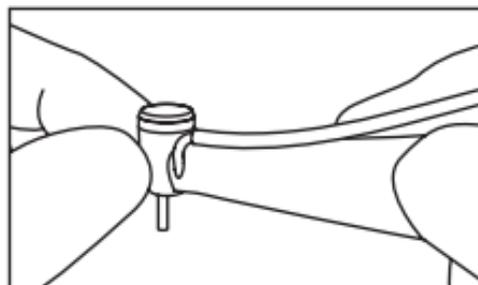

Fig. 6
- 5) Une fois la rotation de la pièce à main complètement arrêtée, touchez la tête de la pièce à main pour confirmer que la tête ne chauffe PAS anormalement (Fig. 6).